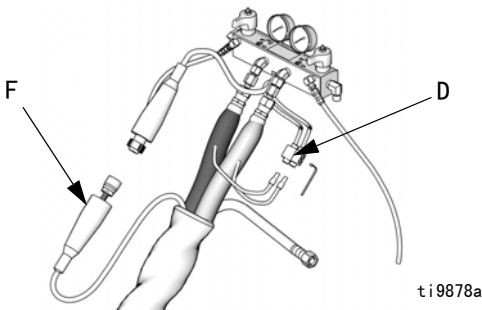

图 10. 加热软管
3. 从 Reactor 图 10 上断开软管连接器（D）。
3. 从 Reactor 图 10 上断开 FTS 电缆（F）。
3. 揭去 FTS (21) 上的胶带和保护套，图 10 断开软管电缆 (F) 的连接。用欧姆表测量电缆连接器的引脚之间的电阻。